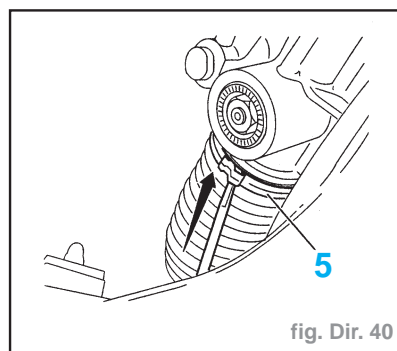

fig. Dir. 40
- Déclipper le collier (5) à l'aide d'un tournevis fin (fig. Dir. 40).